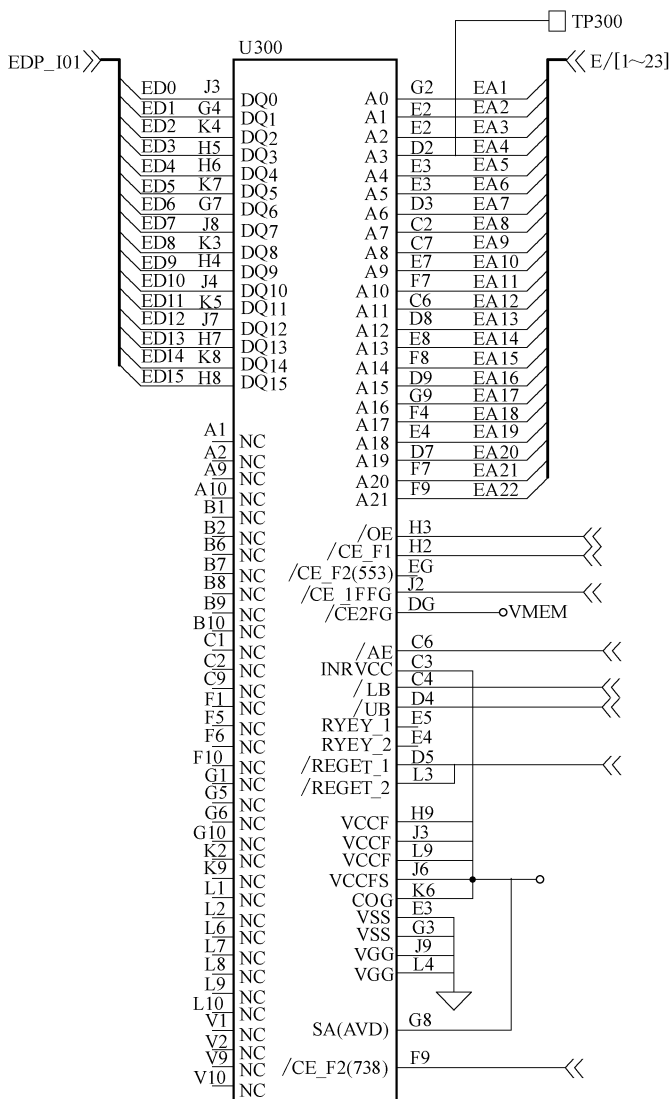

图 5-16 U300 相关电路截图
- 1) 若 LCD 第③①、③②脚的 VEXT 电压不正常, 则检查 U3 相应的电路是否正常。
- 2) 若 LCD 第②⑦脚的 LCD RESET 信号无异常, 则应检查 U300 与 LCD 各控制信号及数据信号是否正常, 若均无异常, 则更换 LCD。
- 3) U300 相关电路截图如图 5-16 所示。